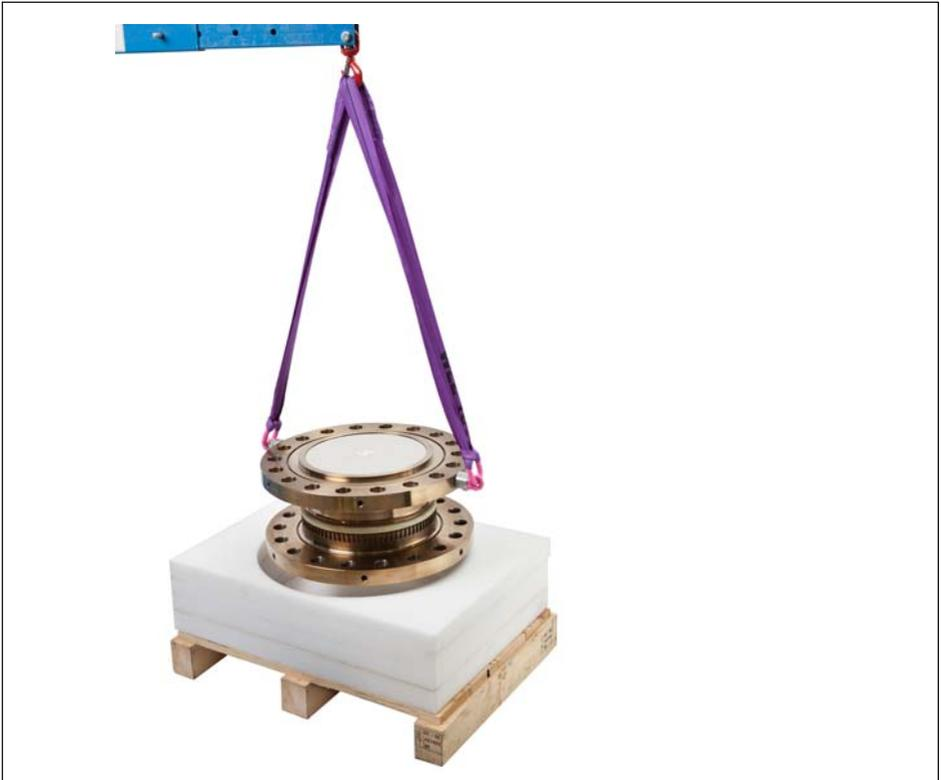

Fig. 5.2 Sollevare il rotore dall'imballaggio
2. Fissare agli occhielli di sollevamento due funi della stessa lunghezza con una capacità sufficiente (ognuna delle due funi deve essere in grado di sostenere l'intero peso del rotore) e sollevare il rotore dall'imballaggio con una gru (vedere Fig. 5.2).